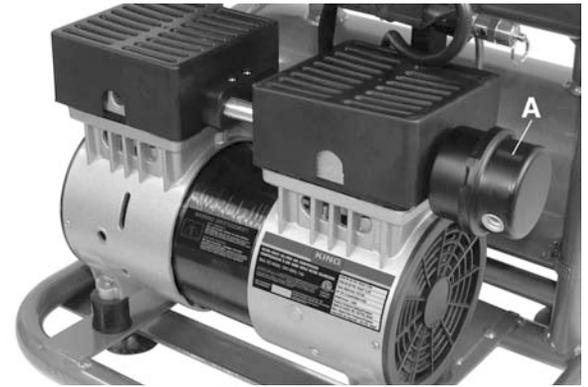

FIGURE 3
Il est nécessaire d'installer le filtre d'air (A) Fig.3 au boîtier de la pompe tel que montré.